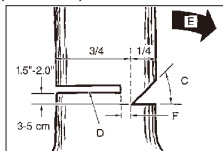

Bild. 11B
⚠️ ACHTUNG: Treten Sie nie vor einem Baum, der eingekerbt ist. Führen Sie den Fallschnitt (D) auf der anderen Seite des Baumes ca. 3,5 cm oberhalb der Kerbkante (C) aus (Bild. 11B).